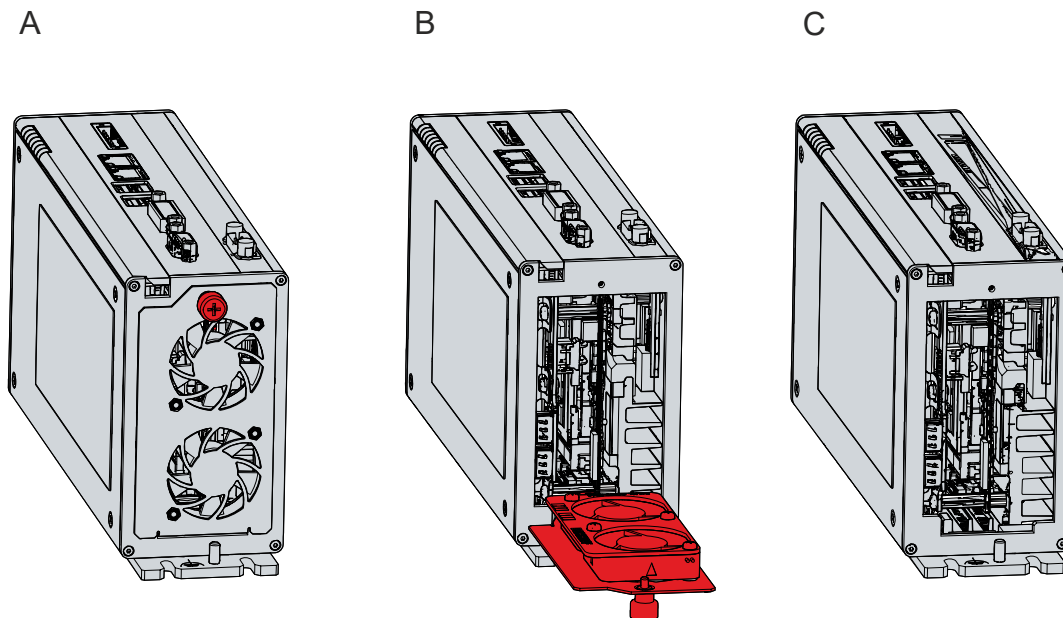

Abb. 27: Austausch Lüfterkassette
1. Ziehen Sie die SSD kräftig an dem hervorstehenden Beckhoff-Aufkleber aus dem PC heraus (siehe Abb. 27).
Um die Lüfterkassette zu wechseln, befolgen Sie die folgenden Schritte, die in Abbildung 27 dargestellt sind: